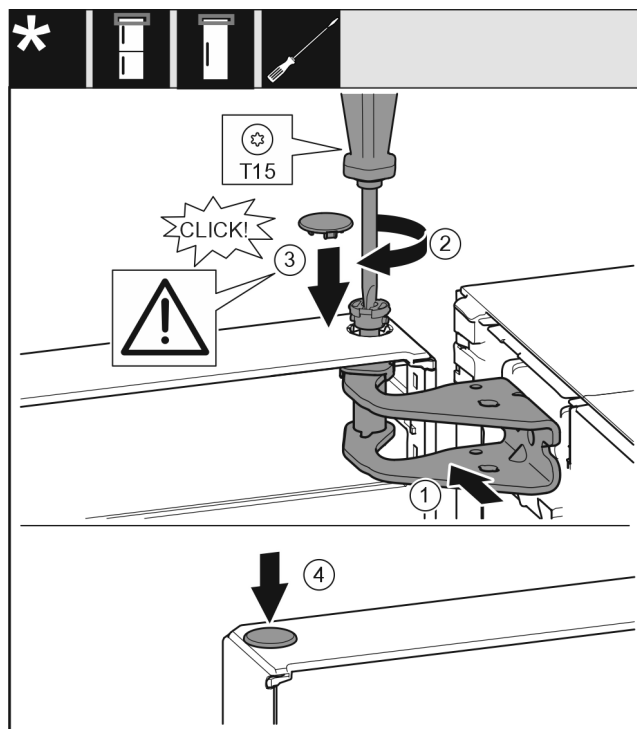

Fig. 35
- Aligner la porte en haut sur l'ouverture du support de palier Fig. 35 (1).
- Insérer l'axe Fig. 35 (2) et le serrer avec un tournevis.
- Installer le couvercle Fig. 35 (3).
- Vérifier que le couvercle Fig. 35 (3) repose bien sur la porte.
- Installer le couvercle Fig. 35 (4).